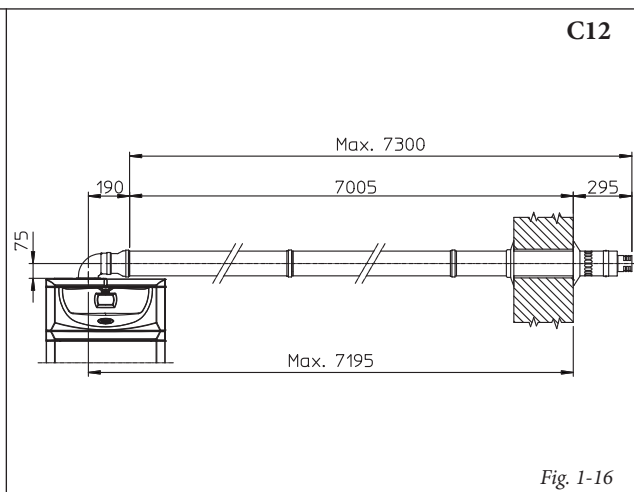

Fig. 1-16
- Prolunghe per kit orizzontale. Il kit orizzontale di aspirazione-scarico Ø 80/125 può essere prolungato fino a una *misura max. di 7300 mm* orizzontali, compreso il terminale grigliato ed esclusa la curva concentrica in uscita dalla caldaia e l'adattatore Ø 60/100 in Ø 80/125 (Fig. 1-16). Tale configurazione corrisponde ad un fattore di resistenza uguale a 100. In questi casi è necessario richiedere le apposite prolunghe.